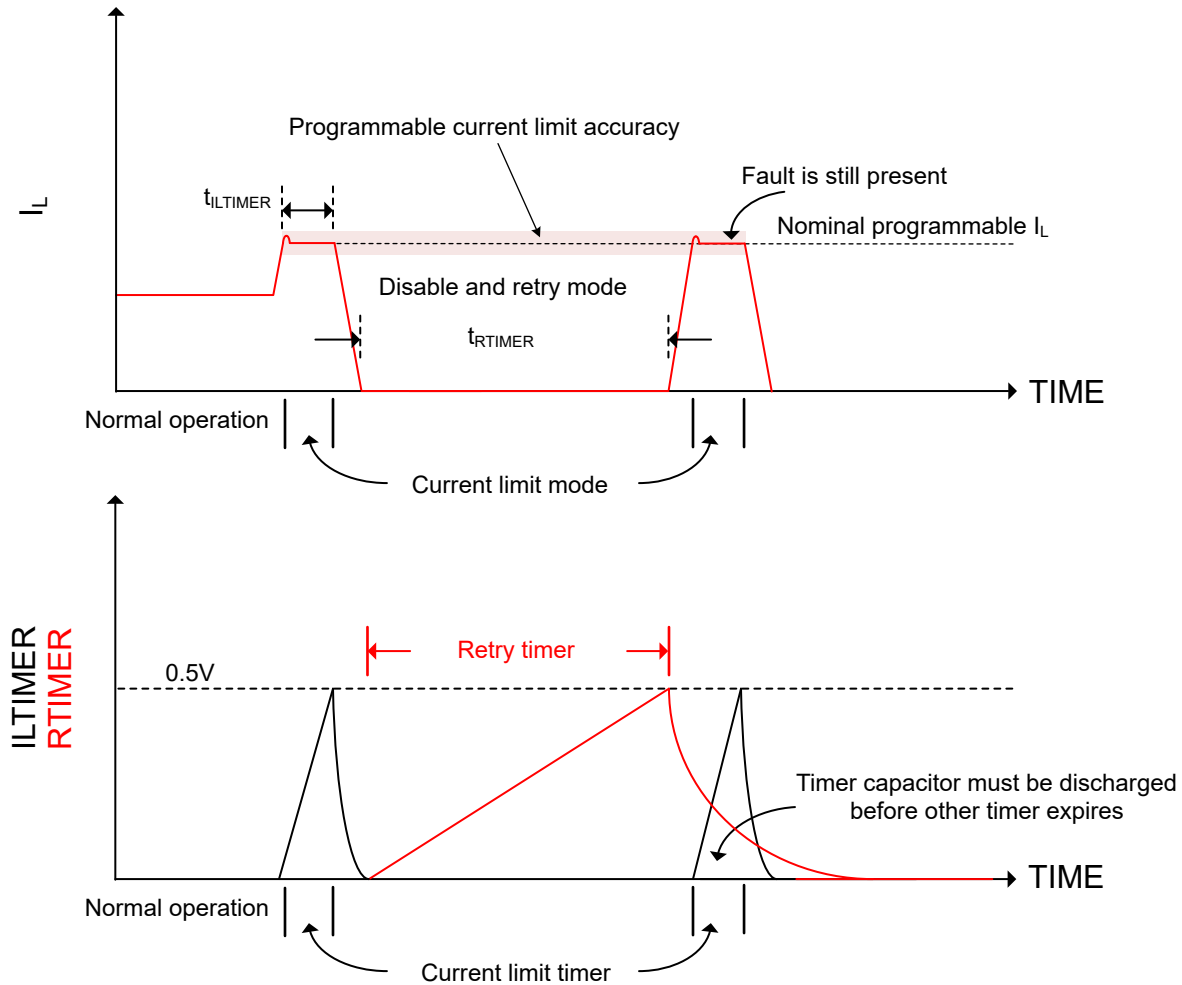

图 8-2. 可编程故障计时器电容器约束条件
必须对可编程故障计时器 **ILTIMER** 和 **RTIMER** 进行设置，使得一个计时器的电容器在另一个计时器到期之前放电，以便确保正常运行。图 8-2 展示了一种未满足该约束条件的情况，由于 **RTIMER** 比 **ILTIMER** 大得多，因此在 **C_{ILTIMER}** 达到 0.5V（即 **ILTIMER** 到期时）之前，未对 **C_{RTIMER}** 放电。为避免这种情况，必须满足方程式 10 中所示的约束条件。使用该公式，一旦为计时器选择了电容器（方程式 10 中的 **C₁**），就可以计算第二个计时器的电容器的最大值。在使用内部 **ILTIMER** 的特定情况下，假设故障仍然存在，则必须调整 **RTIMER** 电容器的大小，以便在内部 **ILTIMER** 到期之前对电容器放电。可在 电气特性：所有器件 表中找到每个计时器的内部下拉电阻。对于图 8-2 所示的情况，方程式 10 中的 **C₁** 和 **R_{PD1}** 对应于 **RTIMER**。
- 图 8-2：可编程故障计时器电容器约束条件